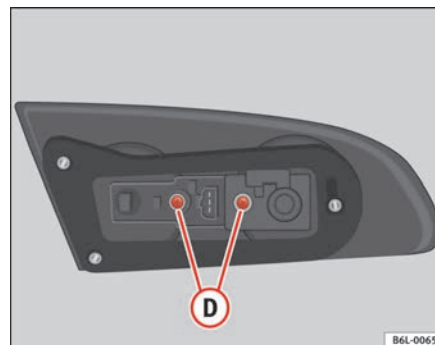

Fig. 164 Acceso a la lámpara
- Desenrosque los tornillos (D) ⇒ fig. 164 y extraiga el portalámparas.